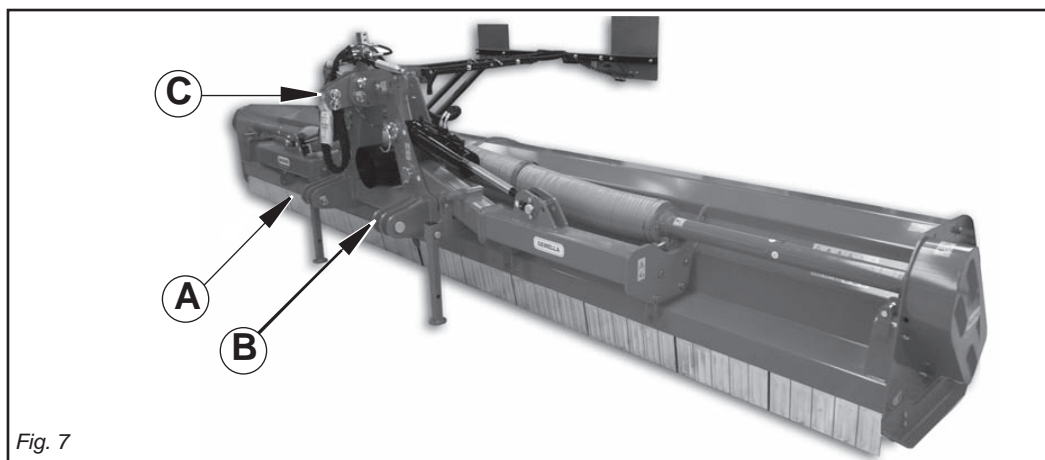

Fig. 7
- 1- Accostare le barre del sollevatore ponendole all'interno delle piastre (A-B-C Fig. 7), inserire il perno nel foro predisposto e bloccare con le copiglie a scatto.
- 4 - Collegare il terzo punto superiore (C Fig.7) ed effettuare una corretta regolazione con il tirante, verificando che il piano superiore della macchina risulti parallelo al piano terra.
- 1- *Near the lift bars, setting them in the most suitable plates (A-B-C Fig. 7). Insert the pin into the relative hole and lock in place with the snap-in split pins.*
- 4- *Connect the upper third-point (C Fig. 7) and correctly regulate by means of the adjuster, checking that the upper surface of the machine is parallel to the ground. This is very important since it achieves parallelism between the axis of the machine and that of the tractor pto.*
- 1- Approchez les barres du relevage en les plaçant à l'intérieur des plaques les plus appropriées (A-B-C Fig. 7), introduisez l'axe dans le trou correspondant débloquez par les goupilles à encastrement.
- 4 - Reliez le troisième point supérieur (C Fig. 7) et réglez correctement à l'aide du tirant. Assurez-vous que le plan supérieur de la machine soit pratiquement parallèle au terrain. Ceci est très important en vue d'obtenir le parallélisme entre l'axe de la houe et celui de la prise de force du tracteur. Travailler dans ces conditions signifie limiter les sollicitations sur la prise de force et prolonger la durée de l'arbre à cardans, mais aussi de la machine.
- 1- *Die Lenker des Krafthebers annähern und in die am besten geeigneten Platten schieben (A-B-C Abb. 7). Den Bolzen in das Loch stecken und mit dem einrastenden Splint blockieren.*
- 4- *Den oberen Kupplungspunkt (C Abb. 7) anschließen und den oberen Lenker korrekt einstellen. Sicherstellen, daß die obere Haubenkante der Maschine parallel zum Boden steht. Das ist sehr wichtig, um die Parallelität zwischen der Achse der Maschine und der der Schlepper-Zapfwelle zu erhalten. Wenn diese Parallelität gegeben ist, wird die Zapfwelle weniger belastet und das Leben von Gelenkwelle und Gerät wird verlängert.*
- 1- Acercar las barras del elevador poniéndolas dentro de las placas más indicadas (A-B-C Fig. 7), introducir el perno en el orificio y bloquear con los pasadores de resorte.
- 4 - Conectar el tercer punto superior (C Fig. 7) y efectuar una correcta regulación con el tirante de regulación controlando que el plano superior de la máquina resulte paralelo al plano al nivel del suelo. Esto es muy importante para obtener paralelismo entre el eje de la máquina y el eje de la toma de fuerza del tractor. Esto permite limitar los esfuerzos sobre la toma de fuerza misma y hacer durar el árbol cardánico y la máquina misma.